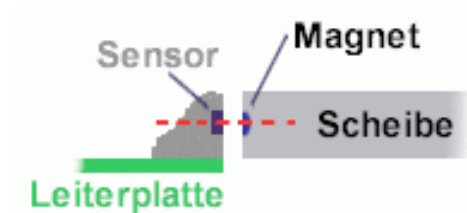

Abbildung 5 Korrekte Ausrichtung von Magnetring und Sensor.
- Dabei darauf achten, dass sich die Magnete in dem Magnetring auf Höhe des Sensors befindet, siehe Abbildung 5.